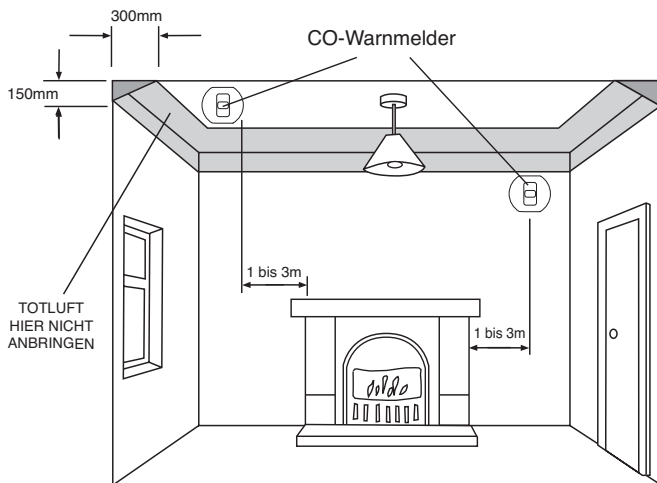

Abbildung 1
3.3 Bei Montage des CO-Warnmelders in einem Raum mit einer Brennstätte (siehe Abb. 1)